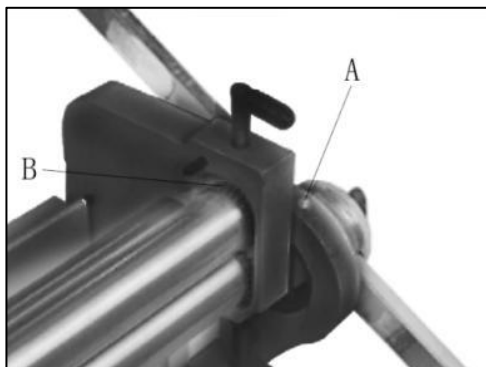

Figura 16
10. Applicare il grasso per tubi al litio n. 2 una volta a mese ai nippli di lubrificazione su entrambe le estremità del telaio (A, Figura 16).
12. Applicare leggermente il grasso multiuso su gli ingranaggi all'estremità dei rulli (B, Figura 16). Girare la maniglia di comando su distribuire il grasso. 4. Mantenere pulite e leggermente ricoperti di olio, come le cesoie lame, tavola e matrici superiori. (Rimuovere pper muore dalla barra per una maggiore efficacia pulizia).